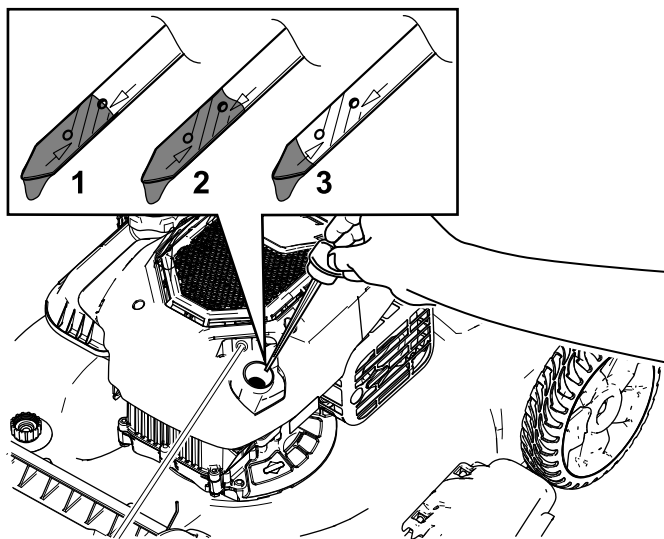

Figura 25
3. Scoateți joja rotind capacul în sens invers acelor de ceasornic și trăgându-l (Figura 25).
10. Verificați nivelul de ulei indicat pe joja (Figura 25).